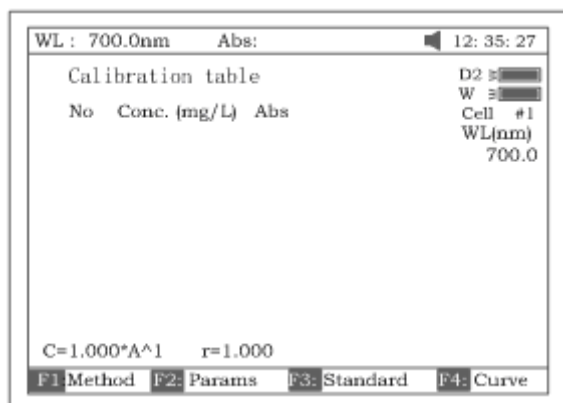
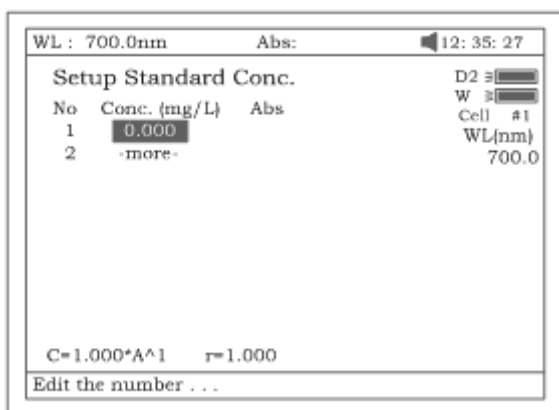

Рис. 29.
Рис. 30.
- Находясь в рабочем окне режима количественного анализа нажмите **[F2]**. На экране появится окно калибровочной таблицы, изображённое на рис. 29
- Находясь в рабочем окне калибровочной таблицы, нажмите клавишу **[F3]** (рис. 29) .Рабочее окно примет вид как на . рис. 30.